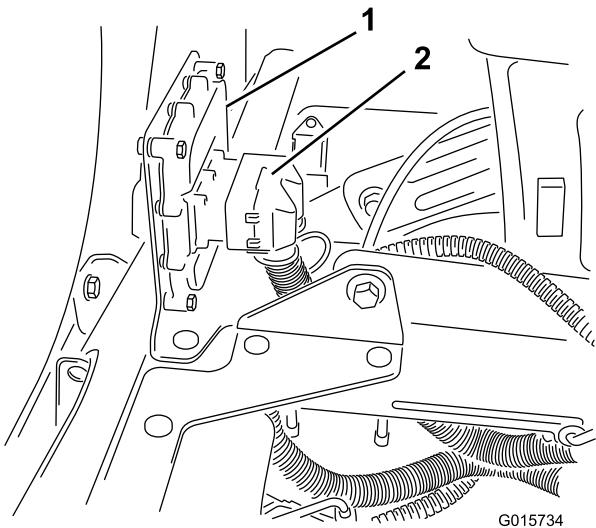

Figura 9
5. Conecte el terminal del arnés de cables al controlador electrónico (Figura 9).